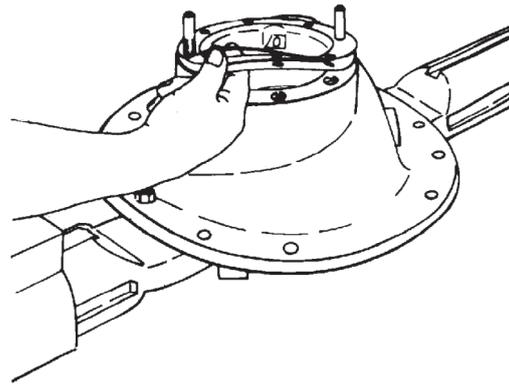

Figura 59
- A. Selecione e instale os calços de ajuste da caixa do pinhão, utilizando pinos guias (Consulte a seção Montagem Do Pinhão) e aplique junta química Loctite 174 ou 574 na caixa do diferencial antes da montagem dos calços (Figura 59);